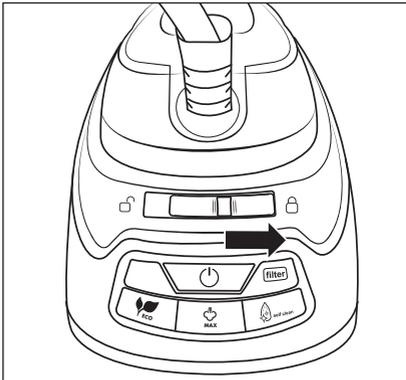

Fig. 8
- 4) Lås dampstrygejernet **1** ved at skyde låsekontakten **15** mod højre mod **16** (låst) (se fig. 8).